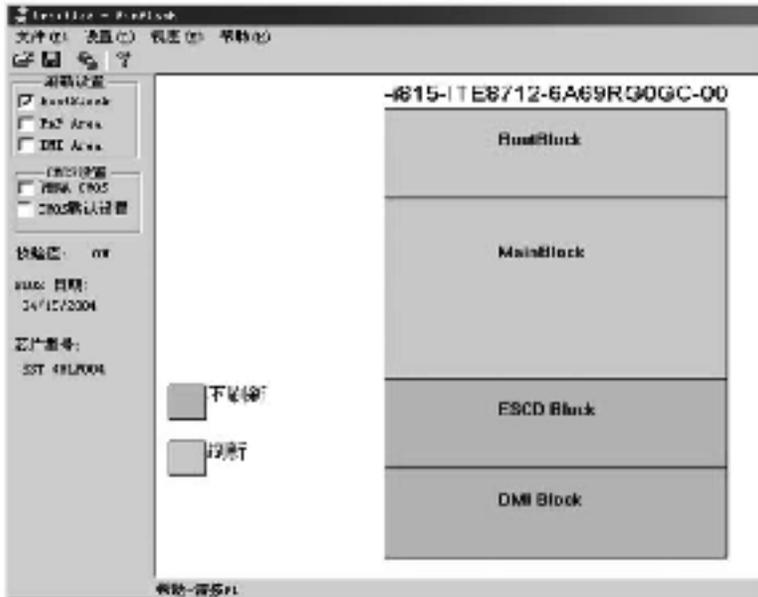

图 2-16 WinFlash.exe 软件刷新 BIOS 主界面
1) 首先从其网站下载该软件并解压缩，双击 WinFlash.exe 即可直接运行并显示如图 2-16 所示的主界面。